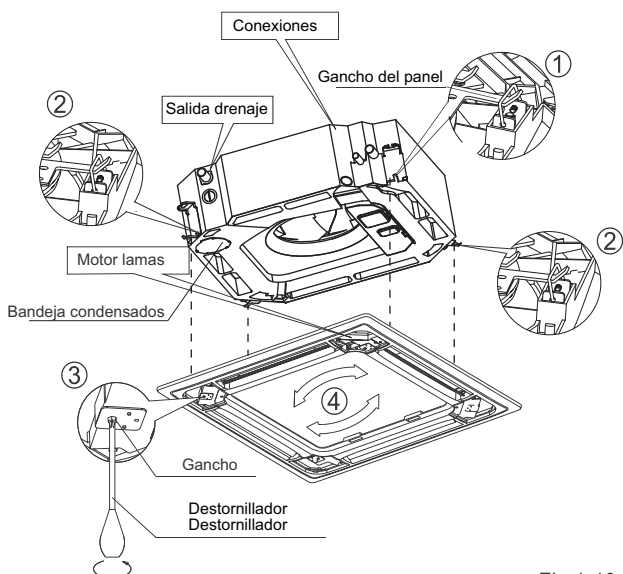

Fig.1-10
- Alinear el motor de las lamias del panel con la conexión de los tubos del cuerpo (Ver. Fig. 1-10).
- Ajuste los cuatro tornillos de los ganchos del panel para mantener la horizontalidad del panel (Ver fig. 1-10).
- Regular el panel en la dirección de la flecha tal y como aparece en la Fig. 1-10 para adaptar el centro del panel en el centro del techo. Asegúrese de que los 4 ganchos de las esquinas se fijan correctamente.